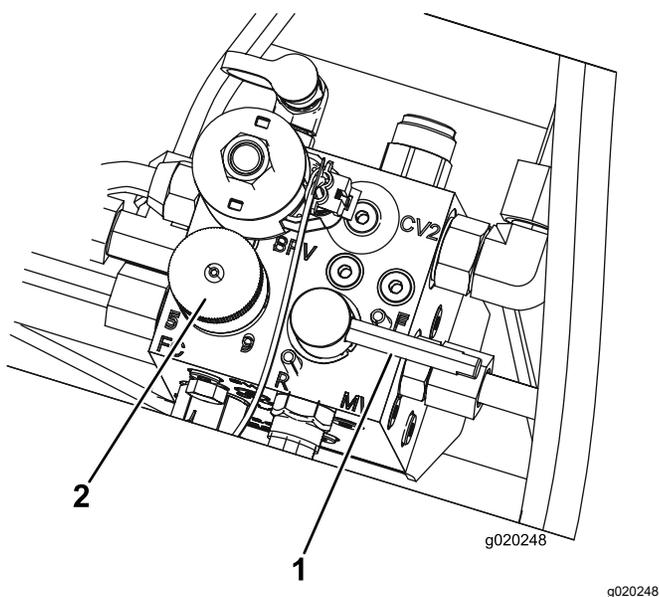

Figura 82
- Defina o controlo da velocidade dos cilindros para a posição 1 (Figura 82).
- Mova a alavanca de retificação para a posição “R” (Figura 82).